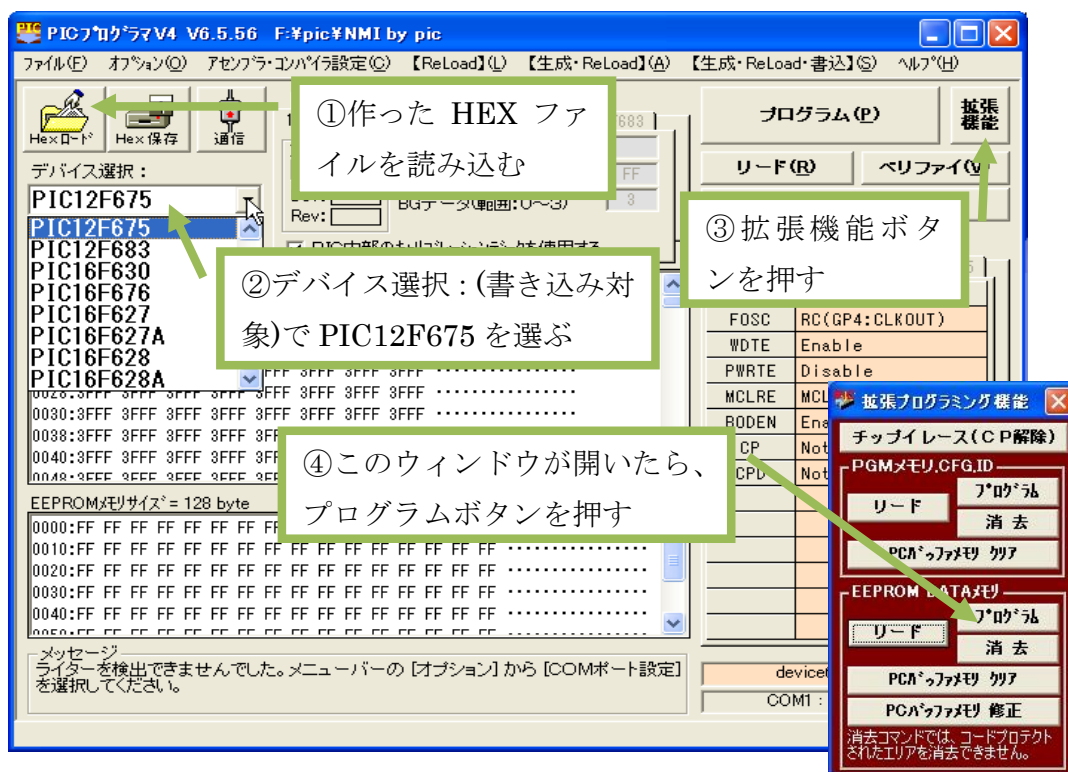

図 16 PIC programmerV4 を使った、PIC の EEPROM へ HEX ファイルを書き込む手順
(イ) 次に、Windows メニューのプログラム一覧から[Akizuki]→[PIC programmerV4]を起動させてください。このソフトの外観は図 16 の様になっているはずです。PIC の EEPROM へ作った HEX ファイルを書き込む手順は以下の通りです。
- ① 作った HEX ファイルを読み込みます。図 16 中の指示されたボタンをクリックして、ファイルを選択してください。
- ② 次に、「デバイス選択」です。今回使用するのは PIC12F675 ですので「PIC12F675」を選択してください。
- ③ 右上にある「拡張機能」ボタンを押して、図 16 中の右下のウィンドウを開きます。
- ④ 「拡張プログラミング機能」ウィンドウが開いたら、図 16 に示す様に下側の「プログラム」ボタンをクリックしてください。
- ⑤ うまくいけば PIC の EEPROM (不揮発性メモリ) へ作った音楽データが書き込まれます。旨く行ったかどうかは、一応メッセージが出ますが、動かしてみるのが一番です。